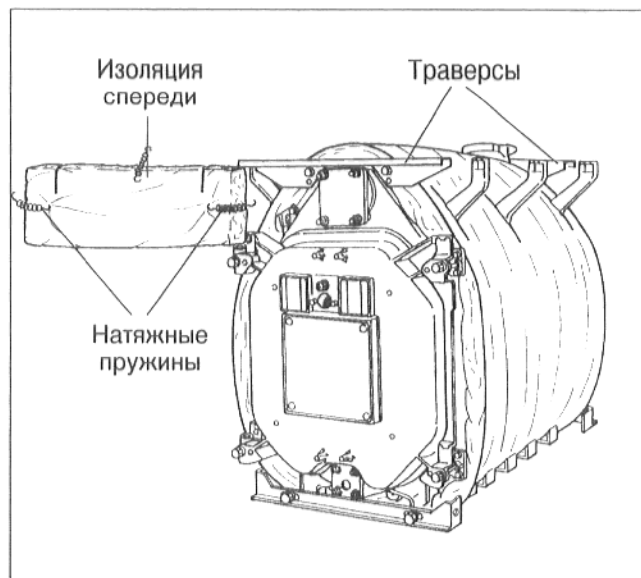

Рис. 32
- Установить изоляцию спереди, поперек, надрезами вверх и закрепить натяжными пружинами к изоляции блока котла (рис. 32 и рис. 33).